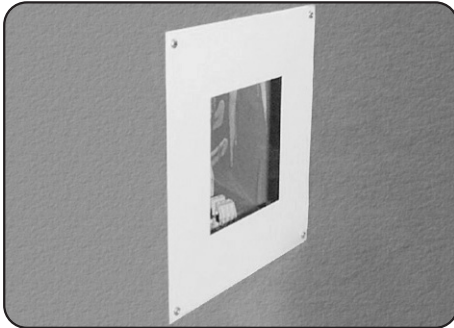

fig. 1
- Forare la lamiera del quadro utilizzando la dima di foratura riportata sulla confezione, rispettando le tolleranze indicate (**fig.1**).
- Perçer la tôle du cadre en utilisant le schéma de perçage dessiné sur le boîtier, en respectant les tolérances indiquées (**fig.1**).
- Cut the mounting hole, where required, in the enclosure using the cut-out template shown on the box, respecting the tolerances indicated (**fig.1**).
- *Schneiden Sie die Öffnung im Schrankblech, unter Einhaltung des Toleranzbereichs, wie im Schnittdiagramm auf der Verpackung beschrieben (**Bild 1**).